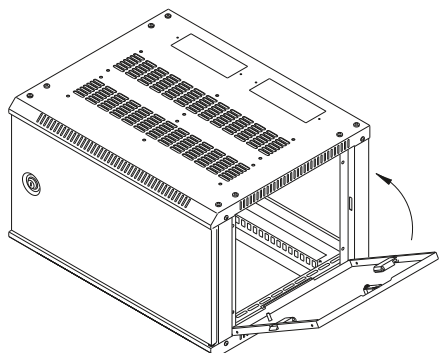

Рисунок 15
3.6 Вставьте собранные боковые панели в каркас. Замки-защёлки закроются автоматически. Замок переведите в положение «Закрото» (рисунок 15).